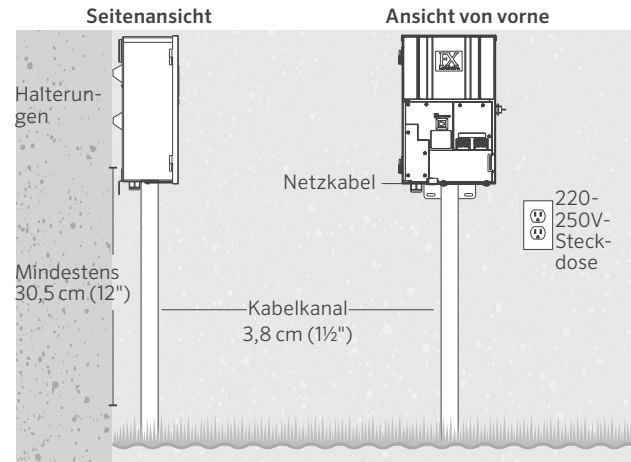

Abbildung 3: Luxor Wandmontage
2. Beachten Sie die Installationsanweisungen für die Wandmontage (Abbildung 3 auf Seite 5), verwenden Sie keine Maueranker.